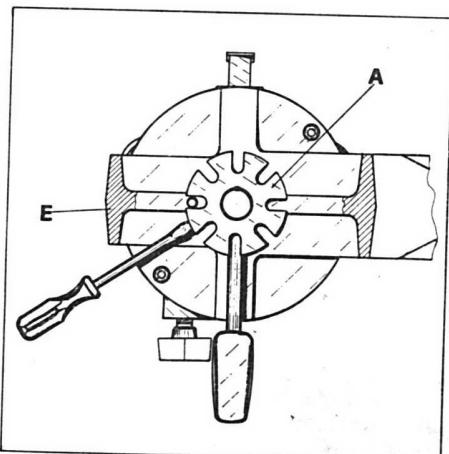

Fig. 13
3. Use a screw driver to turn the central pin (B) in a clockwise direction, keeping the lever (C) close to the front upright of the yoke (D), at the same time from the inner part of the yoke lift up the teeth of the serrated plate (A) (Fig. 13), enabling them in this way to pass over the fixed point (F) and thus moving the position by one tooth.
3. Ruotare in senso orario il perno centrale (B) (Fig. 14), mediante un cacciavite, tenendo la leva (C) accostata al montante anteriore della forcella (D), contemporaneamente, dalla parte interna della forcella, fare leva sotto i denti del piastrino dentato (A) (Fig. 13) facendo loro scavalcare il punto fisso (F) spostando così di un dente la regolazione.